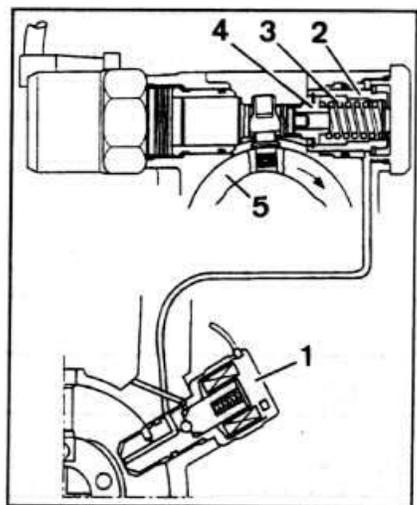

Рис. 2E.49. Схема действия корректора опережения впрыска при малых нагрузках на двигатель.
- Отвинтите два болта крепления подогревателя топлива (см. рис. 2E.54).